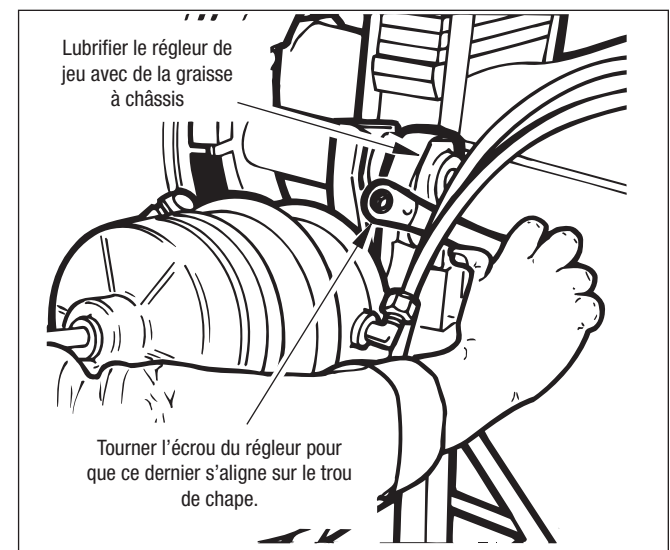

Figure 56 – Lubrification et réglage du régleur de jeu
10. Lubrifier sous pression le régleur de jeu suivant les instructions du fabricant. Lubrifier sous pression le support du récepteur jusqu'à ce que la graisse sorte par le tube, côté régleur de jeu. Cf. *Figure 56.*
12. Tous les récepteurs de freinage d'origine sur les camions neufs ont une chape soudée. Tourner l'écrou de réglage selon le besoin, de manière à aligner le trou pertinent du règleur de jeu sur le trou de la chape. Cf. *Figure 56*.